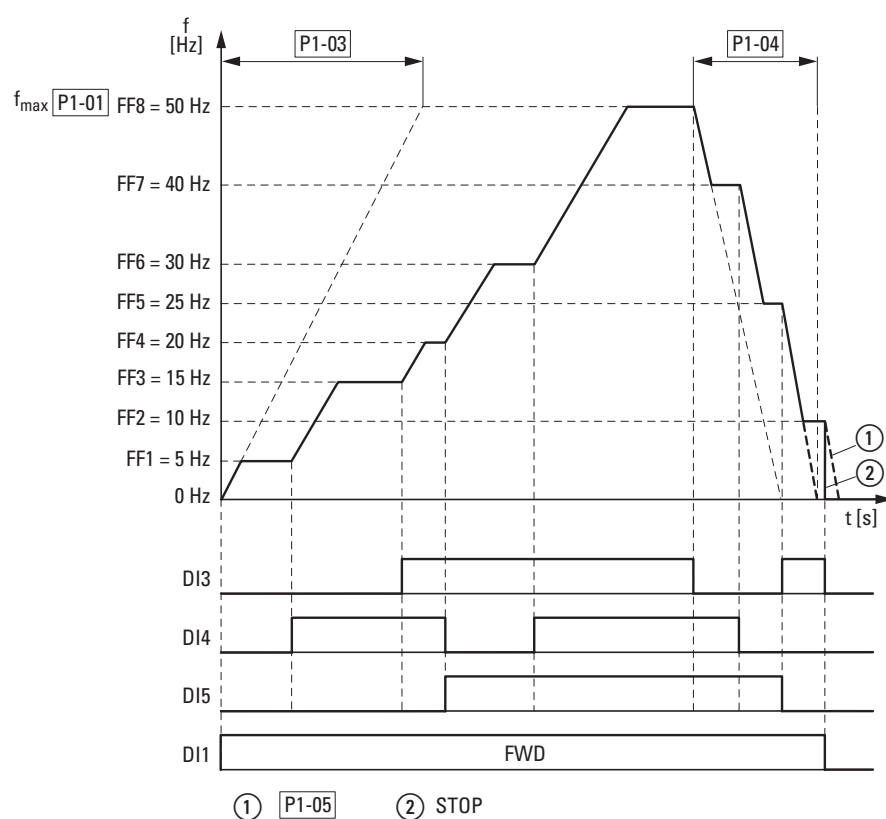

Рисунок 67: Пример: включение постоянных частот с линейными ускорением и торможением
Время переключения между постоянными частотами соответствует длительности торможения и ускорения, заданным в P1-03 и P1-04 (→ Рисунок 67). При отключении разрешения запуска FWD или REV происходит неуправляемая полная остановка с вращением двигателя по инерции ①. При P1-05 = 0 происходит управляемое торможение привода ②.